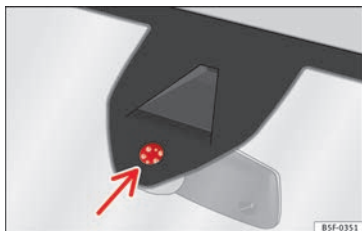

Fig. 144 Superfície sensível do sensor de chuva.
As possíveis causas de anomalias e interpretações errôneas na zona da superfície sensível » » » Fig. 144 do sensor de chuva são, entre outras:
• Limpe regularmente a superfície sensível do sensor de chuva e verifique possíveis danos nas escovas » » » Fig. 144 (seta).